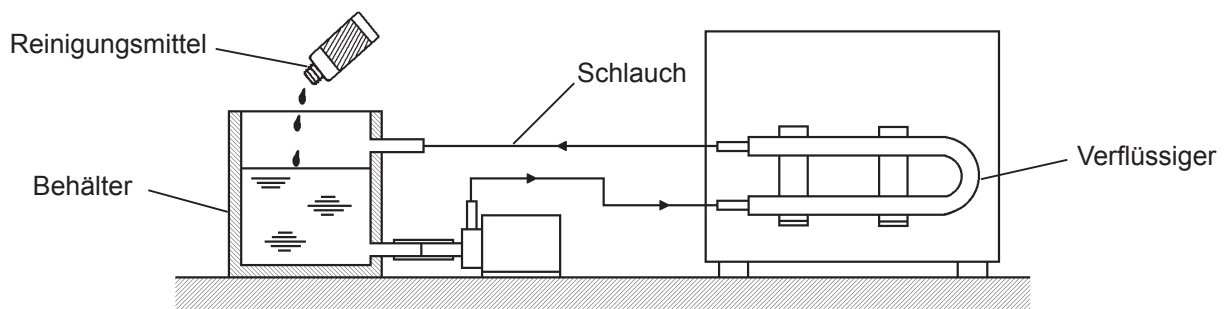

Abb. 8
- 6) Die Schläuche gemäß Abb. 8 anschließen und mit den Schlauchklemmen festmachen.